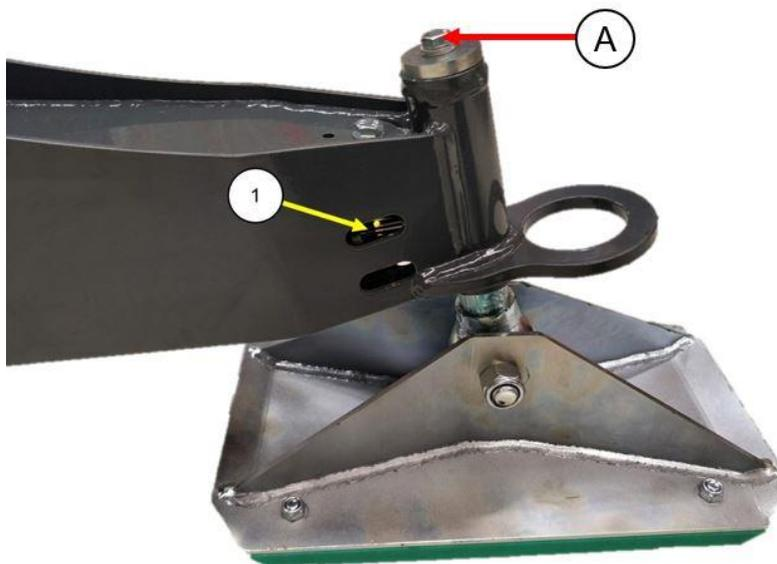

Abbildung 23: Position des Endschalters des Auslegers (A) und Position der Verriegelungsschraube des Sensorstifts (A)
Die Positionssensorstifte an den Auslegern sollten im Rahmen der jährlichen Wartung der Hubarbeitsbühne gereinigt und mit wasserfestem Fett (z. B. Mobil XHP 222) geschmiert werden. Der Stift wird vom Ausleger entfernt, indem die Sicherungsschraube am Ende des Auslegers geöffnet wird (S. 48, Abbildung 23, A). Der Stift wird durch eine Feder bewegt, die vor dem Schmieren zu entfernen ist. Tragen Sie auf der Oberfläche des Stiftes z. B. mit einer Bürste nur eine dünne Schicht auf (weniger als ein Millimeter). Setzen Sie die Feder nach dem Schmieren wieder auf den Stift und den Stift wieder auf den Ausleger auf und sichern Sie ihn vorsichtig mit der Schraube.
Die Überwachung der Ausleger erfolgt mit einem induktiven Schalter. In jedem Ausleger befindet sich ein Schalter, der nachverfolgt, ob ein Ausleger auf den Boden gestellt wurde oder nicht. Die Überwachung basiert auf einem federbelasteten Stift, der beim Auflegen eines Auslegers auf den Boden nach oben gedrückt wird. Position der Schalter im unten abgebildeten Ausleger (Abbildung 23 (1)).
Alle Auslegerzylinder sind mit zwei Lastregelventilen (Abbildung 23 (1)) ausgestattet, die z. B. bei einem Hydraulikschlauchbruch eine Auslegerbewegung verhindern.